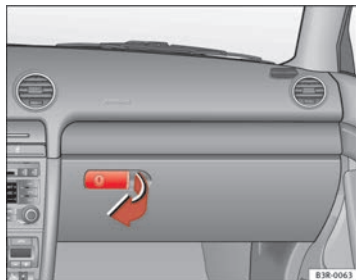

Abb. 127 Handschuhfach
- Ziehen Sie den Griff in der Klappe in Pfeilrichtung ⇒ Abb. 127 und schwenken Sie die Klappe nach unten.